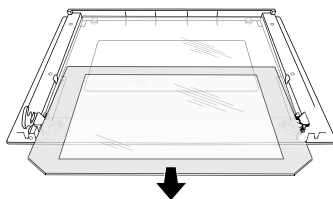
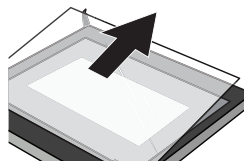

Рис. 4
Рис. 5
4. Поднимите стекло на угол в  $25^\circ$  (рис. 4) и вытащите его из паза (рис.5).